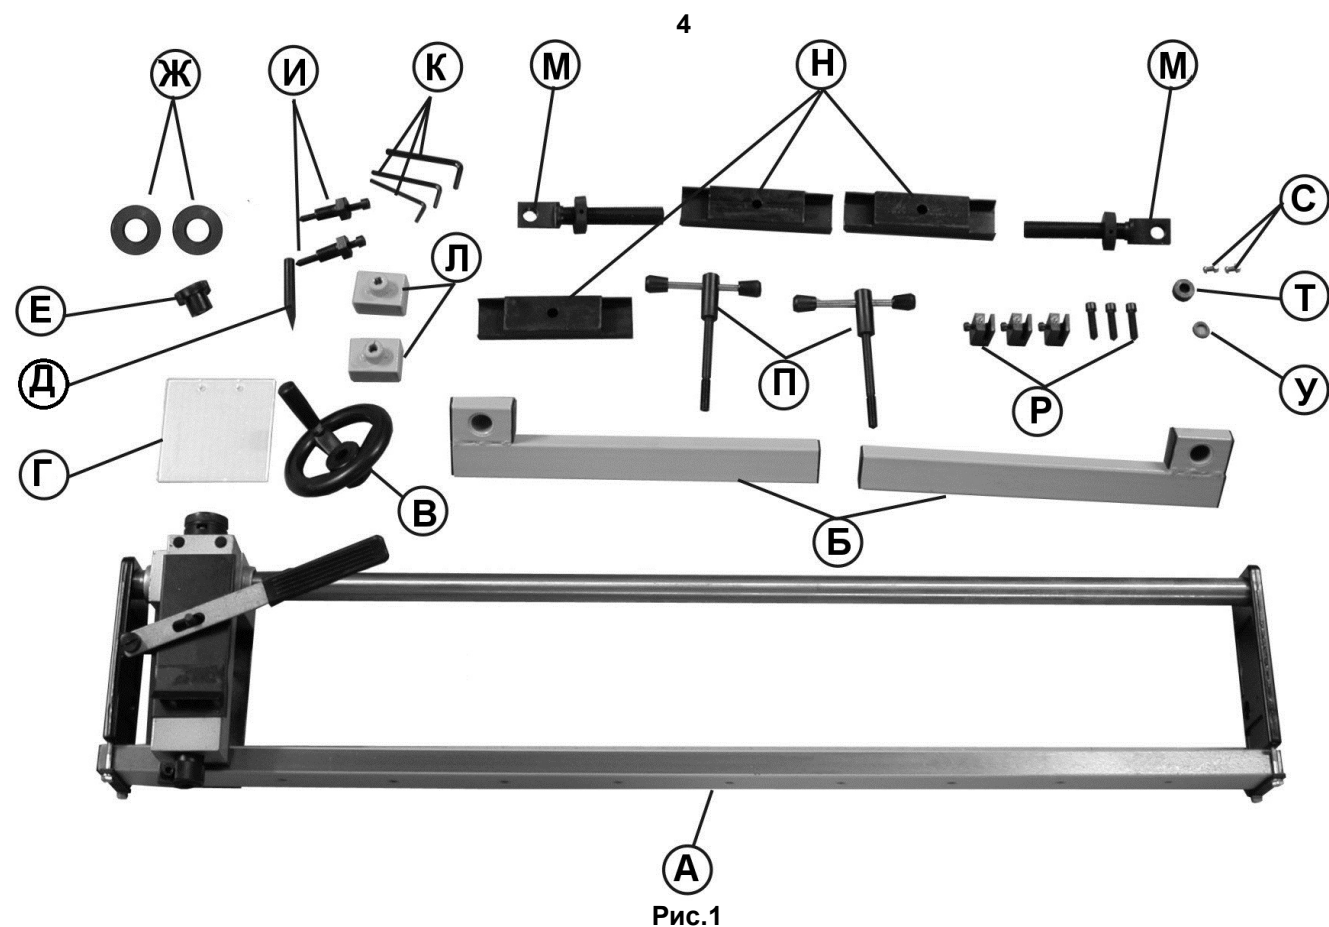

Рис.1
3.1. В комплект поставки (Рис.1) входит:
В комплекте поставки одна (с разной высотой полок) планка зажимная (Н) и втулка дистанционная (Т), Рис.1, предназначены для крепления приспособления на наклонной части станины (за задней бабкой) токарной машины Корвет 74К.
- 6.1. Приспособление (А), Рис.1, поставляется в собранном виде, но его необходимо установить на токарной машине.
- 6.1.4. Закрепите рычаг поперечного перемещения резца (18) фиксирующей гайкой (17) с шайбой (У, Рис.1) на оси поворота рычага.